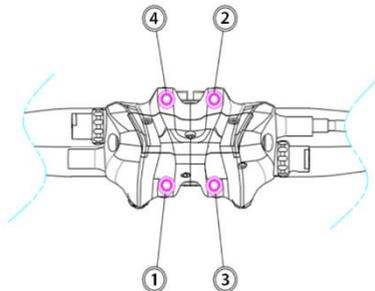
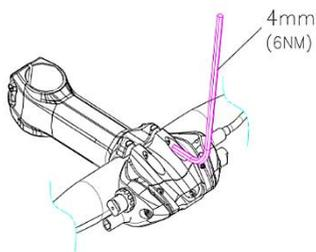

Fig. E-1 車首螺絲鎖固順序
Fig. E-2 車首螺絲鎖緊扭力(6Nm)
- 將車手豎桿螺絲依照圖示順序(Fig. E-1)將碟煞本體鎖緊至 6 Nm 扭力 (Fig. E-2)